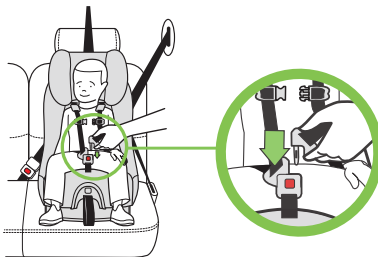

Figura 118
- Introduzca los hebijones en las hebillas uno a la vez, como se muestra en la **figura 118**. Se debe escuchar un clic.